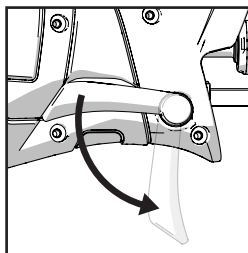

Fig. 4
- Należy zwolnić dźwignię do blokowania ruchomej stopki. **(Rys. 4)**